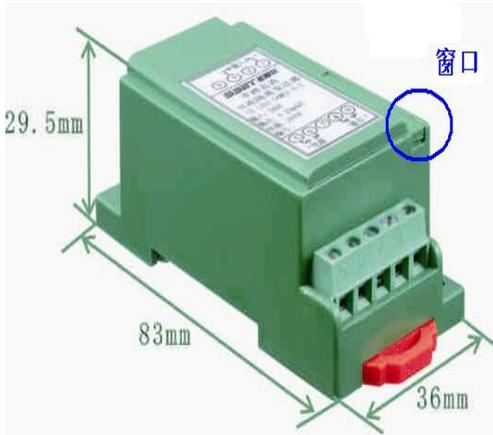
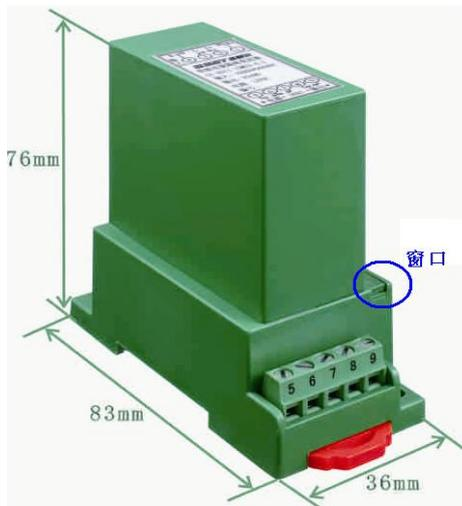
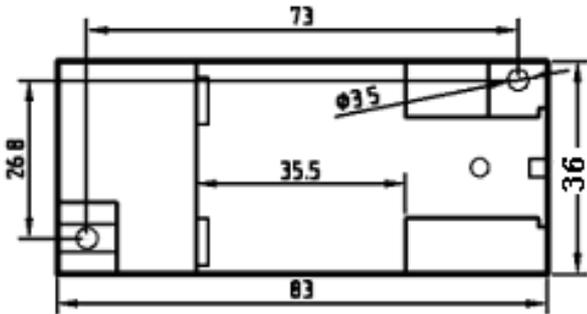
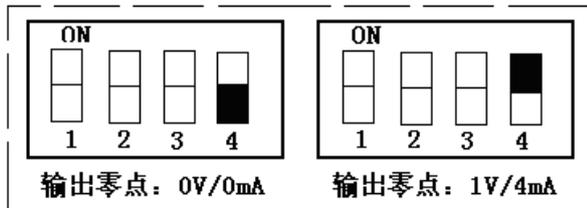

图1 +11~+28V辅助电源(S1)产品外形图
图2 220V辅助电源(S3)产品外形图
图 6 安装尺寸图
图 7 输出零点设置
7.1 如图 1 (图 2)，打开产品外壳上的设置窗口，内部有一个四位拨码开关，第 4 位设置输出零点为 0V (0mA) 或 1V (4mA)，如图 7。
- ① 把变送器固定卡槽一侧勾在安装导轨上；
- ② 向下牵动弹簧销 (如图 2 底端的红色弹簧销)；
- ③ 使变送器卡口套在安装导轨上；
- ④ 松开弹簧销，变送器即卡在安装导轨上。
- ① 按图 6 中的螺孔位置在固定板上攻丝 M3 螺钉孔；
② 使用 M3 的螺钉拧入螺钉孔中固定。